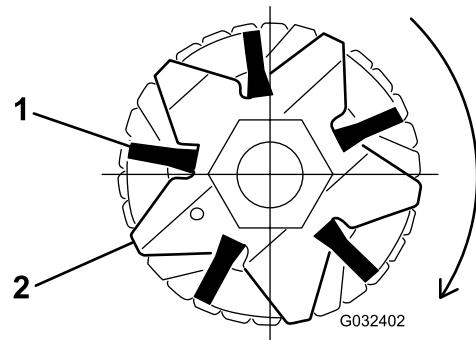

図 19
4. ブラシがグルーマ刃のスロットにきちんと入っていることを確認する図 17 と図 19。
5. 図 17 に示すように、グルーマリールのシャフトとブラシにストラップを巻きつけ、ブラシについている溝にストラップを入れる図 19。